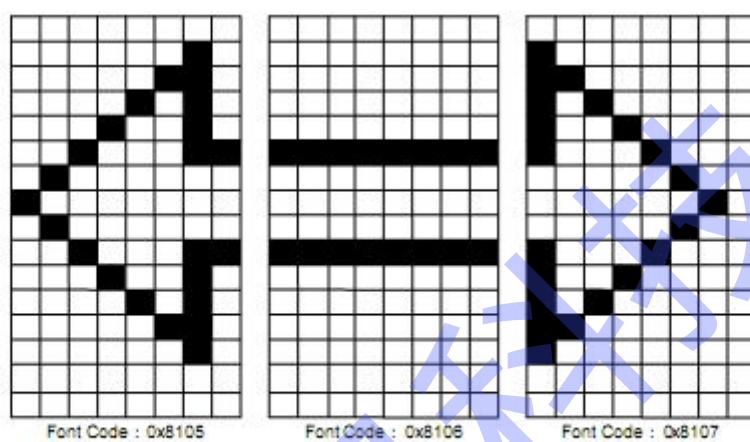

图 6-56：范例程序 (4) 使用的自创符号字型码
- ◆ 当数据写进DDRAM里的第一个地址为 (0, 0) 时，此符号的字型码为 0x8000、0x8001 和 0x8002。如下方图 6-56 所示。
LCD_DataWrite(0x02);        // Show as 图 6-56